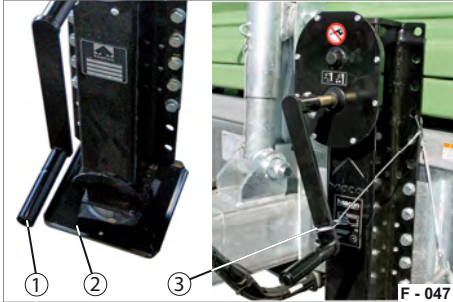

Abb. 72 Stützfuß eingefahren
- ▶ Sichern Sie die Handkurbel mit dem Sicherungsseil (Abb. 72/3).
- ▶ Kurbeln Sie den Stützfuß (Abb. 72/2), im Schnellgang komplett hoch.
- ▶ Legen Sie das Sicherungsseil (Abb. 72/3) um die Handkurbel und sichern Sie diese mit dem Haken.